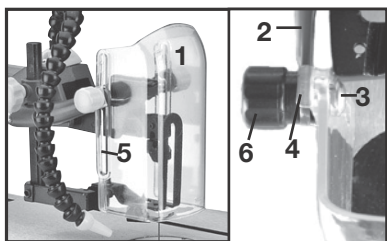

FIG 4
Instalación del protección transparente (FIG 4)
1. Coloque la protección transparente(1) entre las dos ramas (2) en la posición como se muestra en la FIG 4.
2. Alinee la ranura de diapositivas en la protección transparente con el agujero en el brazo en ambos lados (2).
3. Coloque la arandela (4) entre el blindaje claro y el brazo de un lado, inserte el perno (3) a través de la ranura de diapositivas (5) en el escudo, la arandela (4) y el agujero en el brazo (2).
4. Atornille la pomo (6) sobre, y apretar.